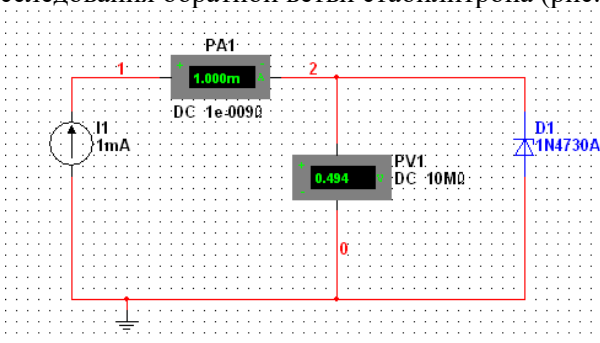

Рис. 20. Схема для исследования обратной ветви стабилитрона
4. Собрать схему для исследования обратной ветви стабилитрона (рис. 20).